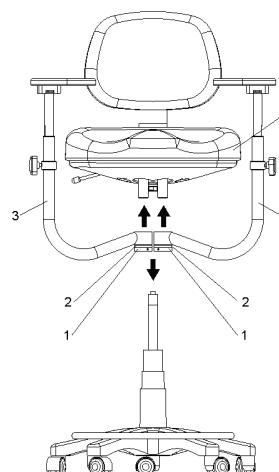
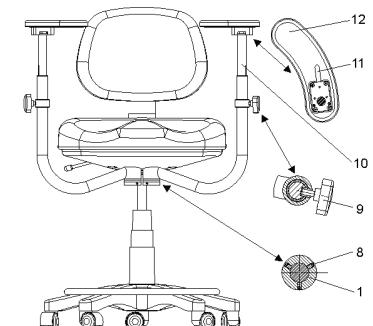

Рис. 7.2
Рис. 7.3
Для регулировки положения подлокотника по высоте ослабьте винт 9 (рис. 7.3), переместите стойку подлокотника 10 на требуемую высоту и вновь зафиксируйте это положение винтом 9.
Подушки подлокотника могут вращаться вокруг оси стойки 10 (рис. 7.3), для этого необходимо рычаг храпового механизма 11 нажать в сторону направления вращения подушки подлокотника 12.
- наденьте на левый штырь кронштейна стула левый подлокотник 3, резиновое кольцо 2, опорное кольцо 1 (см. рис. 7.2). Низ опорного кольца должен совпасть с торцем штыря. Зафиксируйте опорное кольцо 1 при помощи трех винтов 8 (см. рис. 7.3);
- наденьте на правый штырь кронштейна стула правый подлокотник 4, резиновое кольцо 2, опорное кольцо 1 (см. рис. 7.2). Низ опорного кольца должен совпасть с торцем штыря. Зафиксируйте опорное кольцо 1 при помощи трех винтов 8 (см. рис. 7.3);